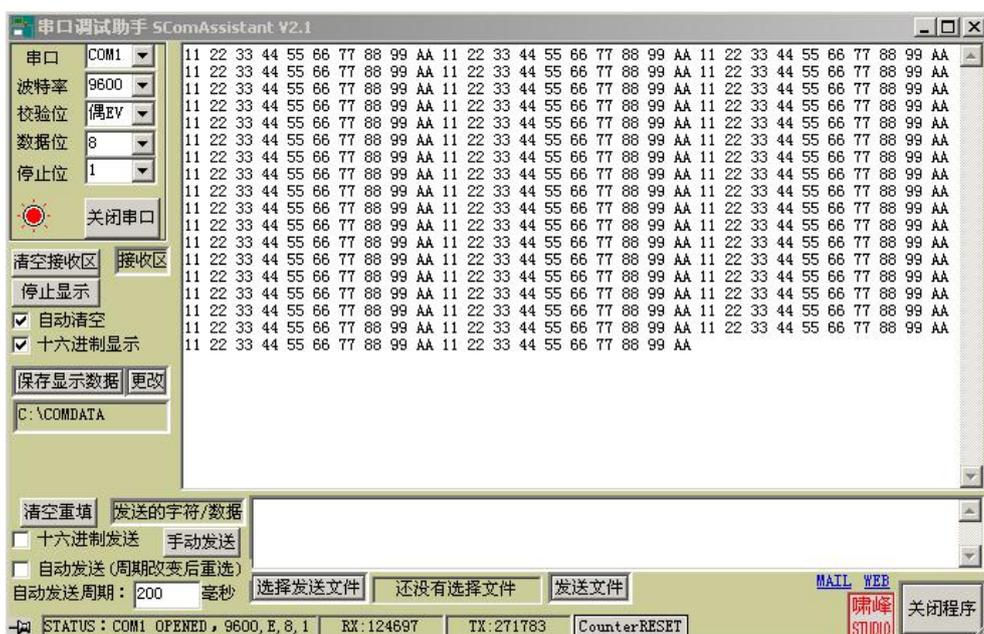

图 21 PC2 上“发→发→”运行的调试窗
(4) 演示程序操作
- ① 将 PC1 中的 STEP 7 程序 t232_2 和硬件配置下载到 PLC, PB-B-RS232/485/V35 中的 PROFIBUS 通信灯 PBFAL (红色) 灭, 并且状态灯 PBOK (黄色) 亮, 表示 PROFIBUS 已连通, 否则应检查电缆、插头、配置及 PB-B-RS232/485/V35 中的站号设置是否正确;
- ② 运行 PLC 程序;
- ③ 在 PC2 中启动“串口测试程序”, 并选择串口: COM1; 波特率: 9600; 校验位: 偶 Even; 数据位: 8; 停止位: 1; 接收区: 十六进制显示, 如图 21 所示;
- ④ 按 K1=I66.1 接通 Q1.1=自动发送模式选择; 按 K0=I66.0=1, 接通 Q1.0=启动发送 start_tr; 观察 PB-B-RS232/485/V35 发送灯 TXD (绿闪), 可见到接收数据窗口有数据: 11、22、33、44、55、66、77、88、99、AA;